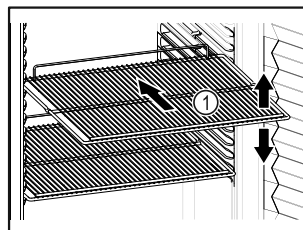

Fig. 61 Simbolična slika
- Če je odlagalna rešetka Fig. 61 (1) premična, jo prilagodite po višini.